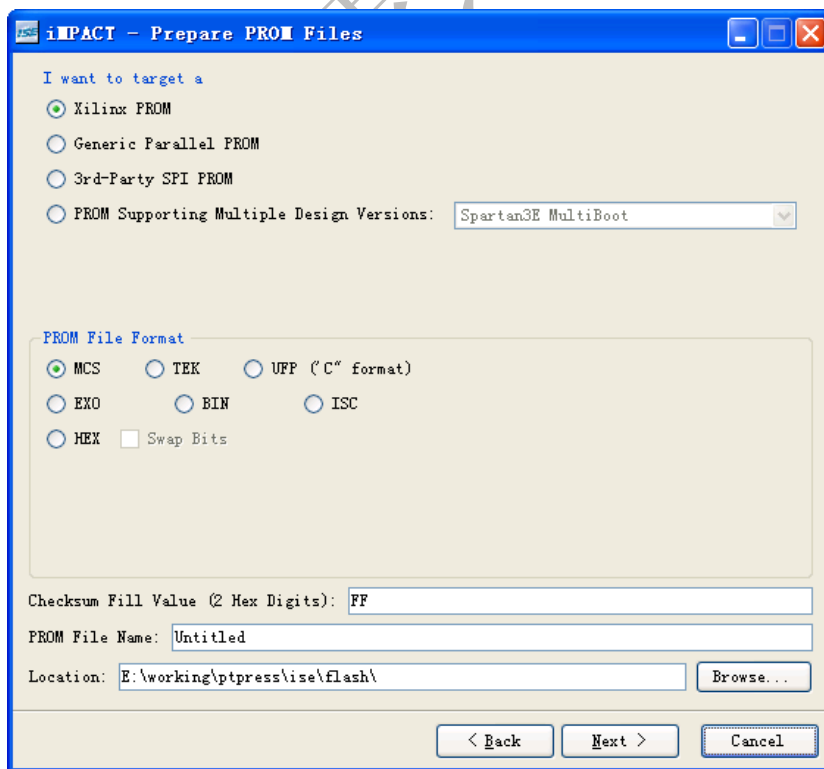

图 2.29 生成 MCS 文件设置对话框
(3) 在弹出的“Welcome to iMPACT”窗口中，选择“Prepare a PROM File”，单击【Next】按钮。
(4) 弹出“Prepare PROM Files”对话框，选择目标器件为“Xilinx PROM”，PROM 文件类型选择 MCS，指定 PROM 文件的文件名和存储位置，如图 2.29 所示，单击【Next】按钮。